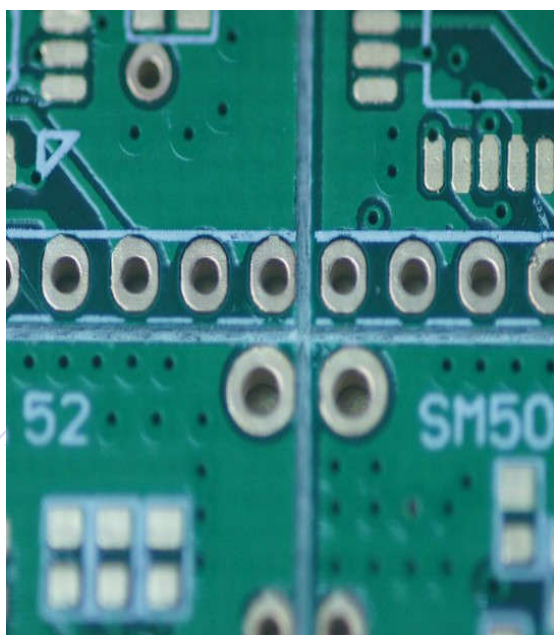
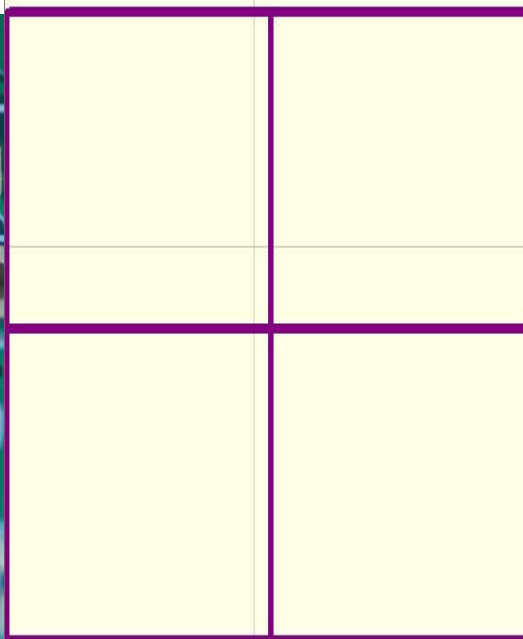

图 74
图 75
22) 图 74 是 V 割出货的实物电路板, 图 75 是采用无间隙拼板的 PCB 文件截图, 请问图 75 的外形线宽及板与板之间的间隙为多少 (E)